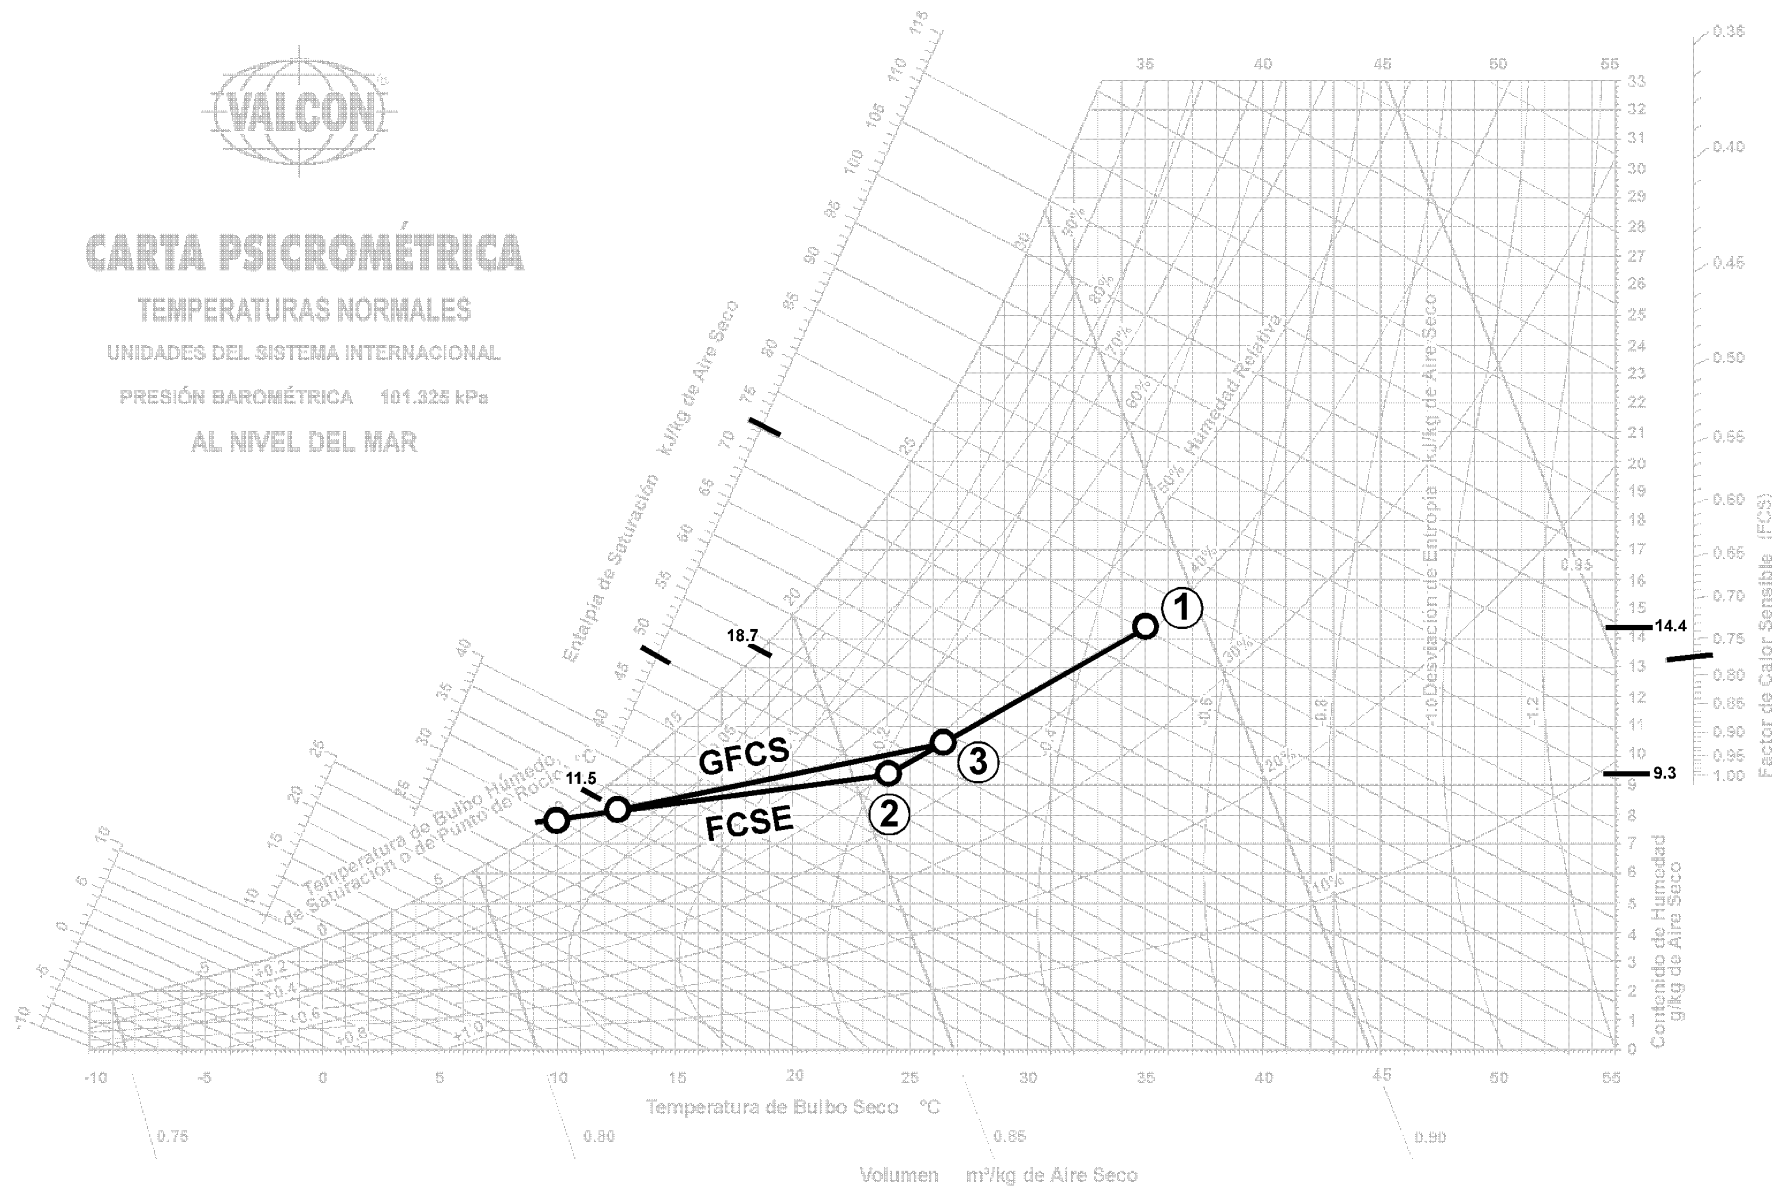

Figura 13.30 - Ejemplo de acondicionamiento de aire con enfriamiento y deshumidificación.
**Solución:** En una carta psicrométrica tracemos las condiciones del aire exterior (35°C de *bs* y 24°C de *bh*), llamémosle punto 1. Luego tracemos las condiciones dentro del espacio (24°C de *bs* y 50% *hr*), llamémosle punto 2, como se muestra en la figura 13.30. Unamos estos dos puntos con una línea recta.
Así pues, de la figura 13.30, los contenidos de humedad en los puntos 1 y 2 son 14.4 y 9.3 g/kg de aire, respectivamente. Aplicando la fórmula tenemos:
Esta temperatura se traza en la carta psicrométrica, subiendo verticalmente hasta que intersecta la línea 1-2, como se muestra en la figura 13.30, a este punto le llamamos 3. De aquí trazamos una línea paralela a las líneas de temperatura de bulbo húmedo, y leemos esta temperatura que corresponde a la temperatura de  $bh$ , que entra al aparato. Esta temperatura es de 18.7°C.